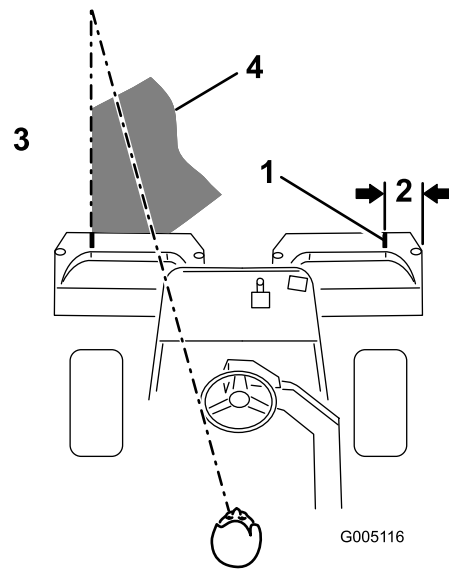

Figure 34
**Remarque:** Pour vous aider à traverser le green en ligne droite et à maintenir la machine à égale distance du bord de la passe précédente, imaginez une ligne de vision imaginaire à environ 1,8 à 3 m en avant de la machine jusqu'au bord de la partie non coupée du green (Figure 34). Faites passer la ligne de vision par le bord extérieur du volant, c.-à-d. de maintenir le bord du volant aligné sur un point se trouvant